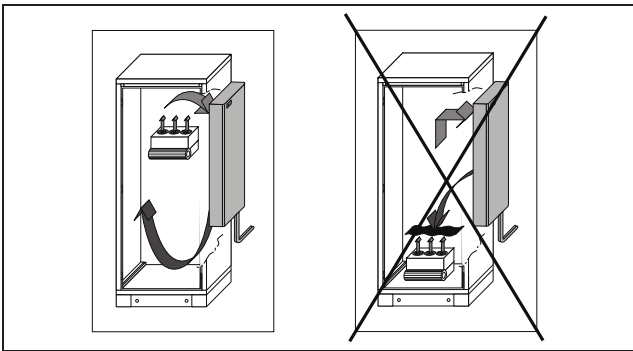

Abb. 3: Kaltluftstrom nie auf aktive Komponenten richten
- Der Luft/Wasser-Wärmetauscher darf ausschließlich gemäß Abbildung 3 (senkrecht, Wasseranschlüsse unten) am Schaltschrank angebaut und betrieben werden.
- Achten Sie auch besonders auf den Luftstrom der Eingengebläse von Elektronikbauteilen (Abb. 3).